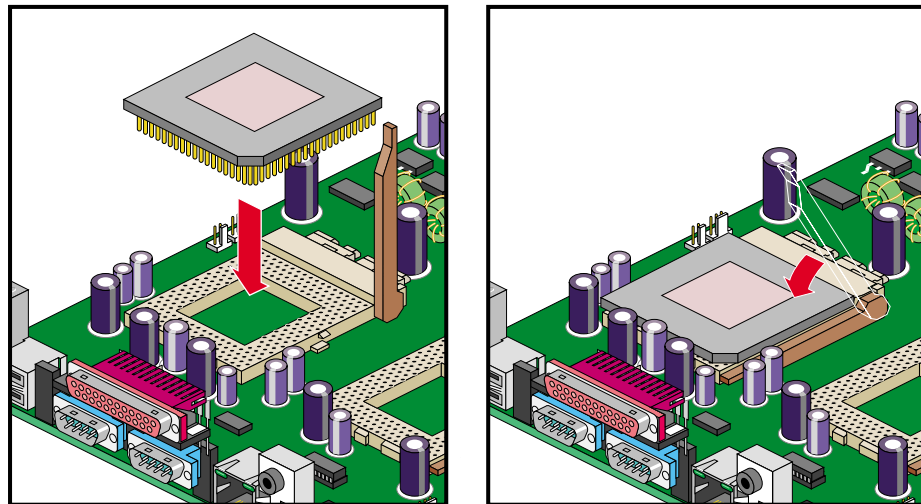

Abbildung 3-2 Einsetzen der neuen CPU im Steckplatz
3. Drücken Sie den Steckplatzhebel nach unten, um die neue CPU wie in Abbildung 3-2 gezeigt im Steckplatz zu verriegeln.